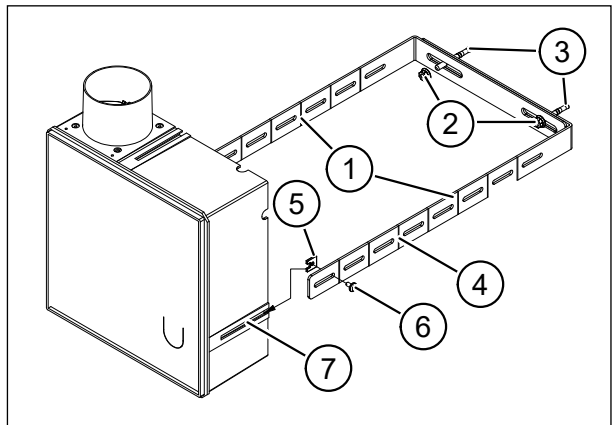

Abb. 4: Montage von Unterputzgehäusen ohne Brandschutzummantelung
- ▶ Setzen Sie die beiden Teile des Montagebügels (Pos. 1 in Abb. 4) zusammen, sodass sie beidseitig am Unterputzgehäuse anliegen.
- ▶ Erstellen Sie 2 Bohrungen für die Nagelanker (Pos. 3 in Abb. 4) am Montageort und schlagen Sie die Nagelanker ein.
- ▶ Passen Sie den Montagebügel an die erforderliche Einbautiefe an, indem Sie ggf. den Montagebügel an den Sollbruchstellen (Pos. 4 in Abb. 4) kürzen.
- ▶ Montieren Sie die Nutmutter (Pos. 5 in Abb. 4) mit der Innensechskantschraube M4 (Pos. 6 in Abb. 4) am Montagebügel.
- ▶ Setzen Sie die Nutmutter in die Führung (Pos. 7 in Abb. 4) am Unterputzgehäuse ein und befestigen Sie diese mit der Innensechskantschraube M4.